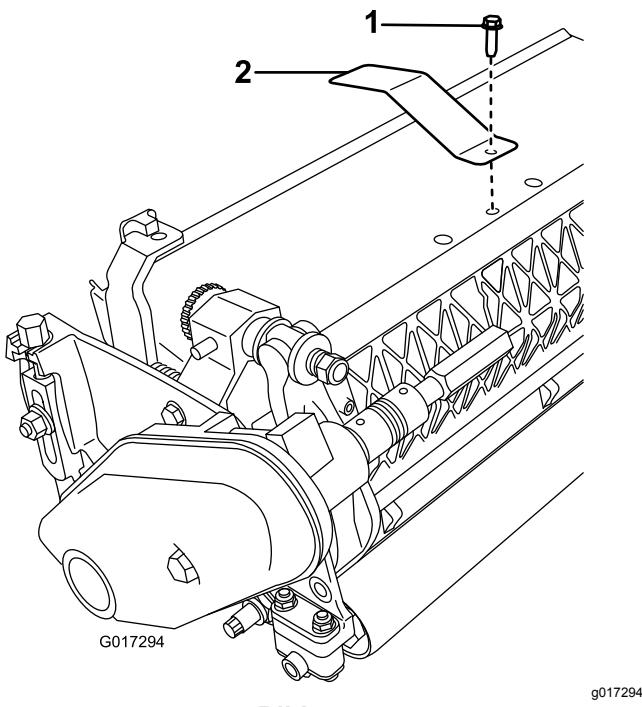

Bild 4
1. Entfernen Sie die mittlere Grasschutzblechschraube (Bild 4).
2. Befestigen Sie die Zielplatte mit der vorher entfernten Schraube oben an der Schneideeinheit (Bild 4).